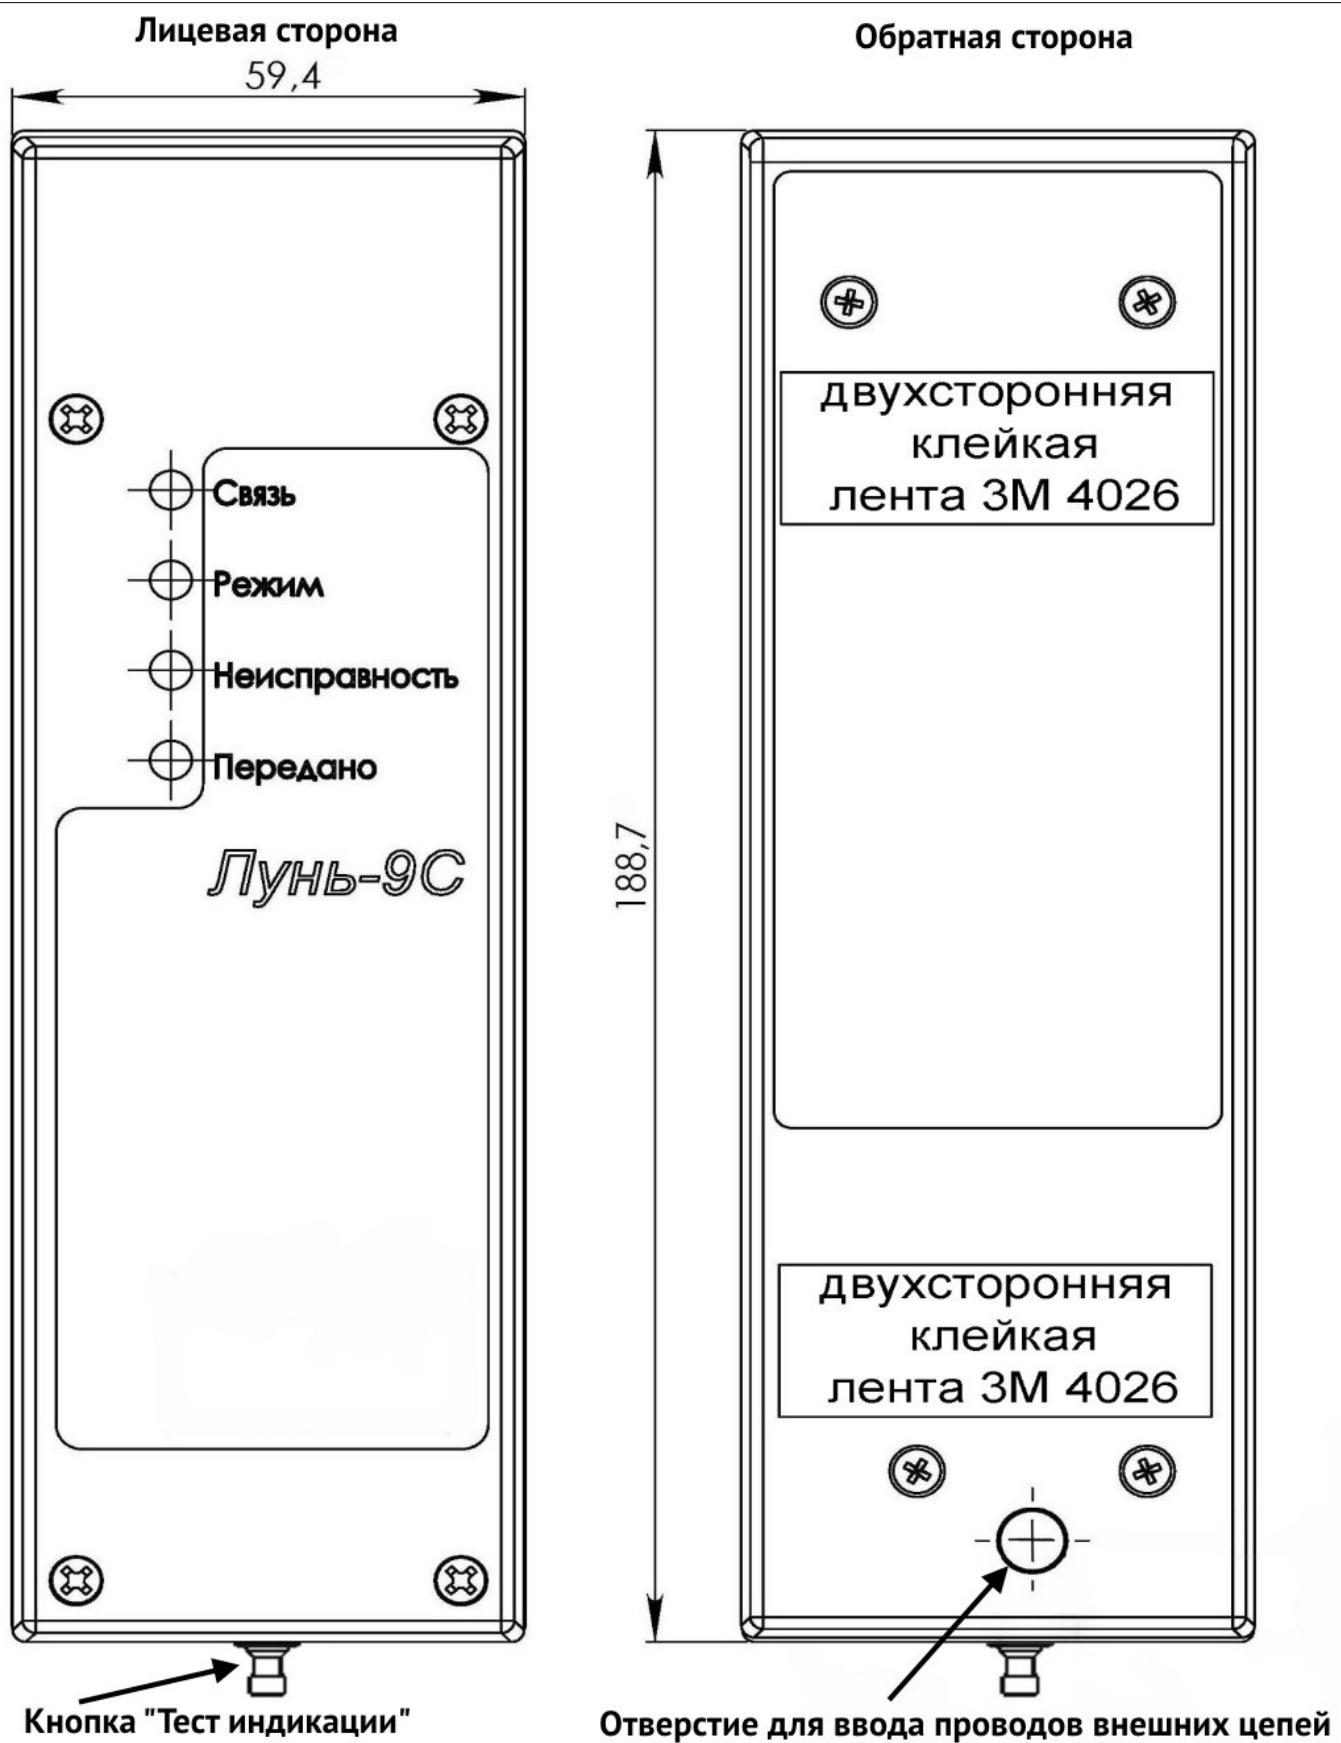

Рисунок 1. Внешний вид изделия
Изделие оборудовано следующими светодиодными индикаторами (см. рисунок 1):
4. Закрепить основание корпуса изделия на корпусе ППКП (ППКОП) с помощью двухсторонней клейкой ленты 3М 4026, уже установленной на тыльной стороне корпуса изделия. Если клейкая лента не установлена на корпусе изделия, то установить ее самостоятельно, используя комплект поставки изделия. Для этого разрезать прилагаемую ленту на две равные части (длиной по ~50мм), снять защитную пленку с одной стороны каждого куска ленты и приклеить ленту на предварительно обезжиренную тыльную сторону корпуса изделия (см. рисунок 1). Далее обезжирить места будущего прилегания клейкой ленты к корпусу ППКП, снять с ленты защитную пленку (в двух местах) и установить изделие на место. Рекомендованная температура, при которой наиболее эффективно клеится лента – от +20°C до +40°C.